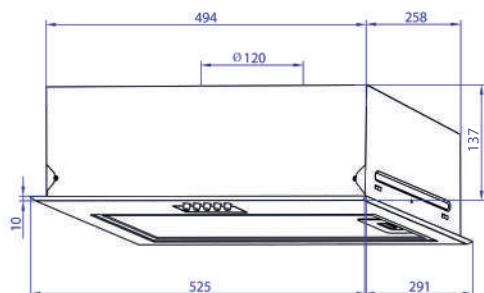

Рис. 1
УПРАВЛЕНИЕ (Рис. 1):
1. Для вывода воздуха в режиме вентиляции необходимо вынуть заглушку из пластика. Вставить в открытое отверстие адаптер. (Рис. 1)
2. Сделайте отверстия в шкафу согласно эскиза. (Рис. 1)